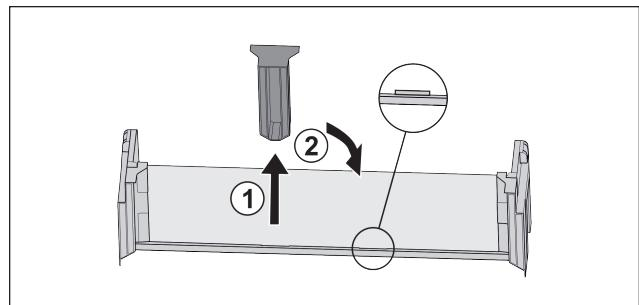

Fig. 24
- Desprindeți piesa de susținere intermediară Fig. 24 (1).
- Introduceți piesa de susținere intermediară la a doua poziție Fig. 24 (2).